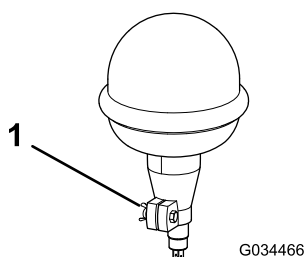

Bild 5
4. Lösen Sie die Flügelmutter an der Rundumleuchte (Bild 5).